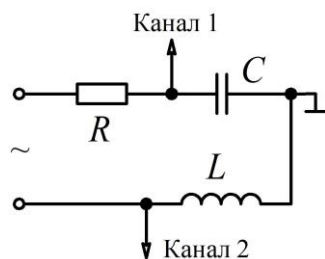

Рис. 7.
**Задача 7.** Для электрической цепи, представленной на рис. 7, необходимо: